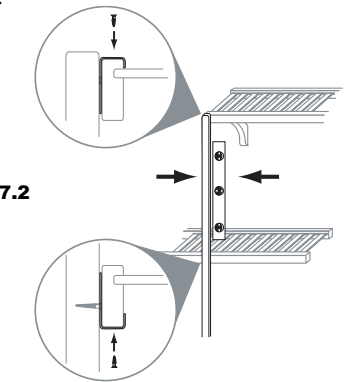

FIG. 7.2
- Avec un fil à plomb, vérifier le niveau vertical de la barre de support vertical (D) et attacher les crochets en L aux tablettes (A) avec des vis n° 4 de 3/4 pouce (fig. 7.2).
- Placer la DEUXIÈME barre de support vertical (D) à l'emplacement prévu (se reporter au plan de configuration sélectionné - mesurer à partir du bord extérieur des barres de support vertical).
- Avec un fil à plomb, vérifier le niveau de la barre de support vertical restante (D) et attacher les crochets en L aux (A) tablettes avec des vis n° 4 de 3/4 pouce (Fig. 7.2).
- Fixer la tablette inférieure (E) sur les attaches de support vertical.